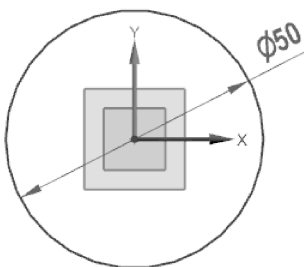

图 2-40 绘制圆曲线
- 04 在【曲线】组中单击【圆】工具，以原点为圆心绘制一个直径为 50 的圆，如图 2-40 所示。